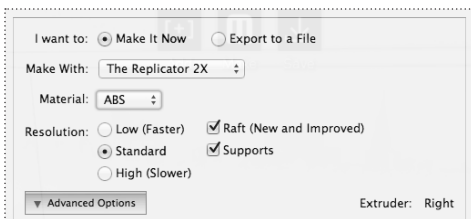

Рис. 10.6
**Supports (Опоры).** Установите этот флажок, чтобы напечатать объект с опорами [Рис. 10.6].